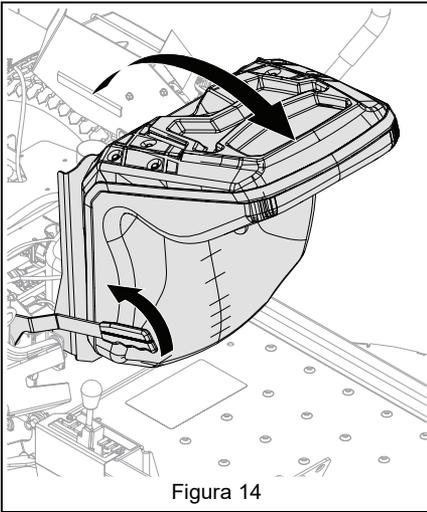

Figura 14
7. Inclinar el asiento hacia adelante. Consulte Figura 14.